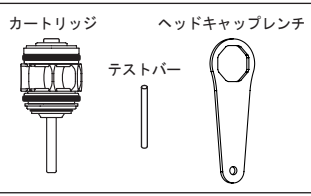

図 31
- 1 新しいカートリッジ、テストバー、本製品付属のヘッドキャップレンチを用意します（図 31）。